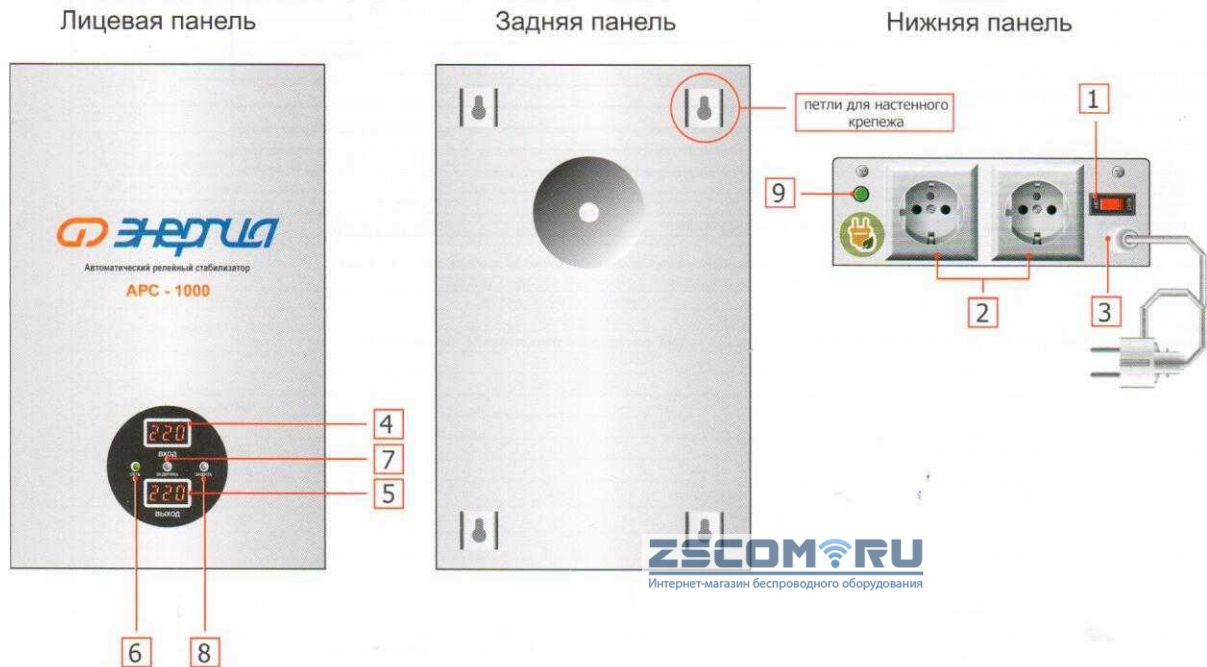

Рис.1
#### 4.1. Перечень составных частей изделия (рис. 1)
**7.2. Подключение.** В момент включения обратите внимание, чтобы стабилизатор был выключен - сетевой выключатель в положение «Выкл» и стабилизатор обязательно должен подключаться к сети с заземлением, иначе стабилизатор нужно заземлять отдельно. Убедитесь что индикатор полярности загорелся зеленым цветом (поз.9 рис.1), если этого не произошло измените положение сетевой вилки стабилизатора на 180°.